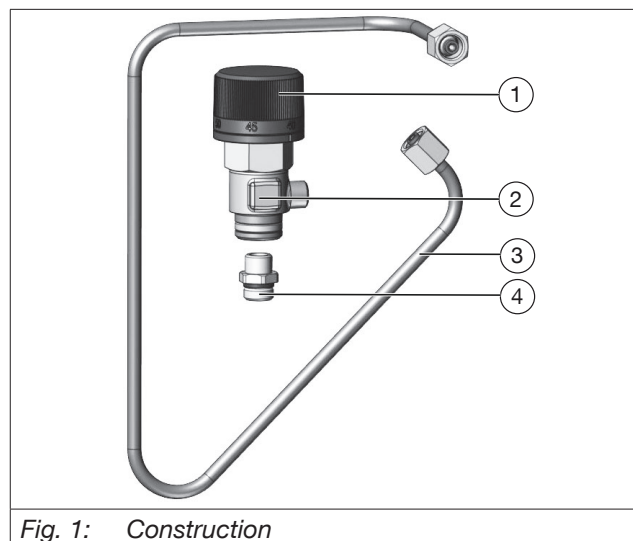
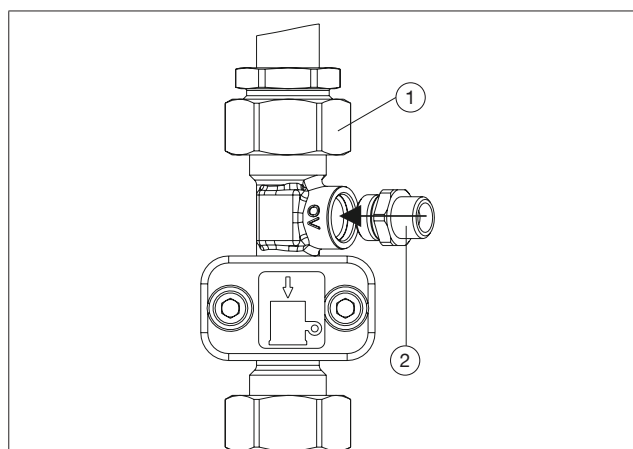

Fig. 1: Construction
Fig. 3: Montage de l'adaptateur Regudis W-HTU/TU et Regudis W-HTF
(1)	Bouchon (clé de 22)
(2)	Robinet de vidange
(3)	Corps
(4)	Bouchon d'obturation (clé de 12)
5. Visser l'adaptateur (voir Fig. 1) dans le corps (voir Fig. 3).
5. Visser l'adaptateur (voir Fig. 1) dans l'équerre (voir Fig. 7).